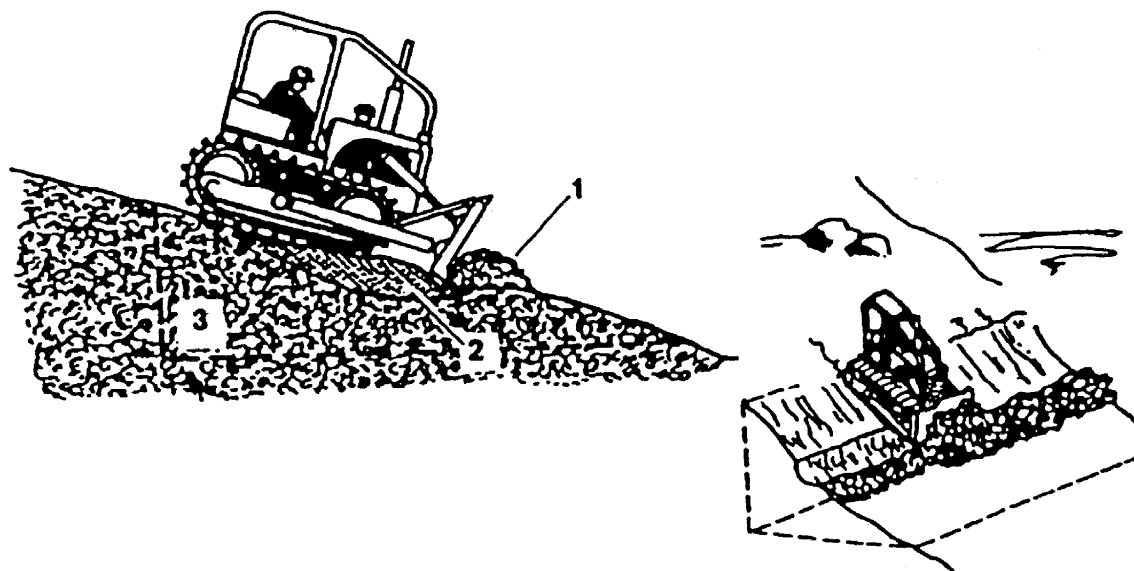
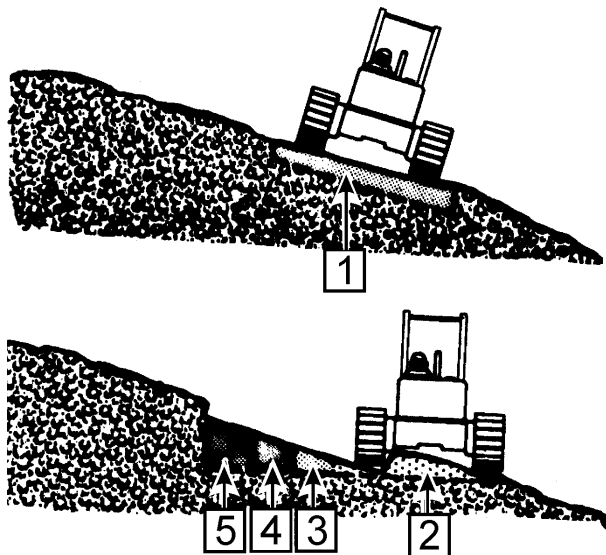

Рис. 4.34. Нивелирование склона
Рис. 4.35. Нивелирование пологого склона
Снятие грунта на склоне облегчается, если предварительно сделать небольшой рабочий уступ (террасу) с горизонтальной поверхностью так, как это показано на Рис. 4.34. В случае нивелирования склона, рекомендуется для обеспечения надежной устойчивости машины поддерживать поверхность уступа, прилегающую к стенке снимаемого склона, на более низком уровне, чем наружную поверхность так, как это показано на Рис. 4.35. Наклон отвала дополнительно облегчает срез грунта.
Всегда следует выравнивать на склоне уступ достаточной величины, который обеспечит возможность работы на нем другой техники. По возможности снимаемый грунт следует сталкивать вниз под уклон. Использование естественной силы тяжести сталкиваемого грунта под уклон уменьшает нагрузку на машину и повышает ее устойчивость. При незначительном угле наклона и мягком грунте его выемку можно производить способом, указанным на Рис. 4.35. Для повышения устойчивости машины при выемке грунта на склоне необходимо чтобы гусеница, находящаяся ближе к снимаемому отвалу (холму), находилась в углублении грунта (2), возникшем после первого прохода (1) бульдозера со срезанием грунта. После проходов 3, 4 и 5 (Рис. 4.35.) заканчивается создание уступа.